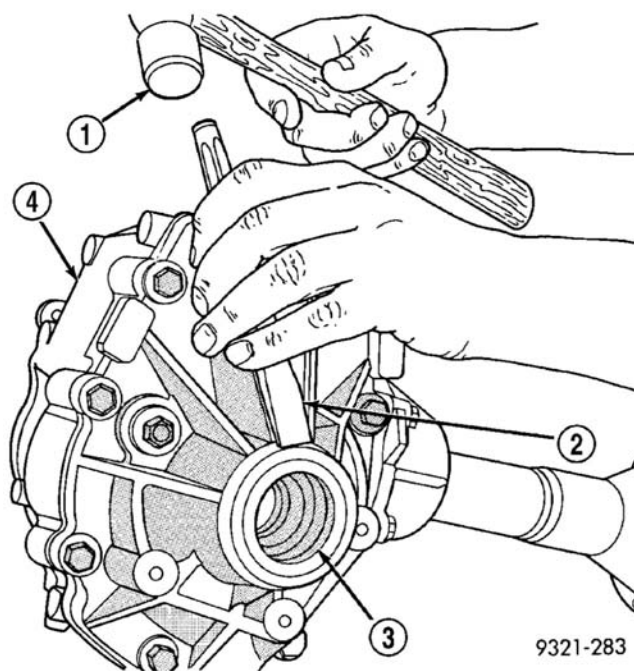

图 17 拆卸输出轴油封
(1) 在举升器上升起车辆。
(2) 从车上拆下右前半轴。
(3) 用锤及凿子拆下输出轴油封（图 17）。